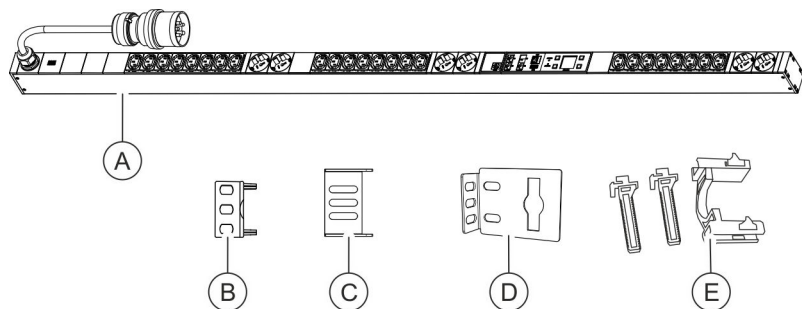

Fig. 12 : Contenu de la livraison
- PDU (Fig. 12 /Ⓐ)
- Deux équerres enfichables pour le montage du PDU par la face arrière (Fig. 12 /Ⓔ)
- Deux équerres enfichables pour le montage du PDU par les côtés (Fig. 12 /©)
- Deux équerres d'accrochage (Fig. 12 /©)
- Deux kits de dispositifs d'accrochage d'appareils (C13/C19) (Fig. 12 /©)